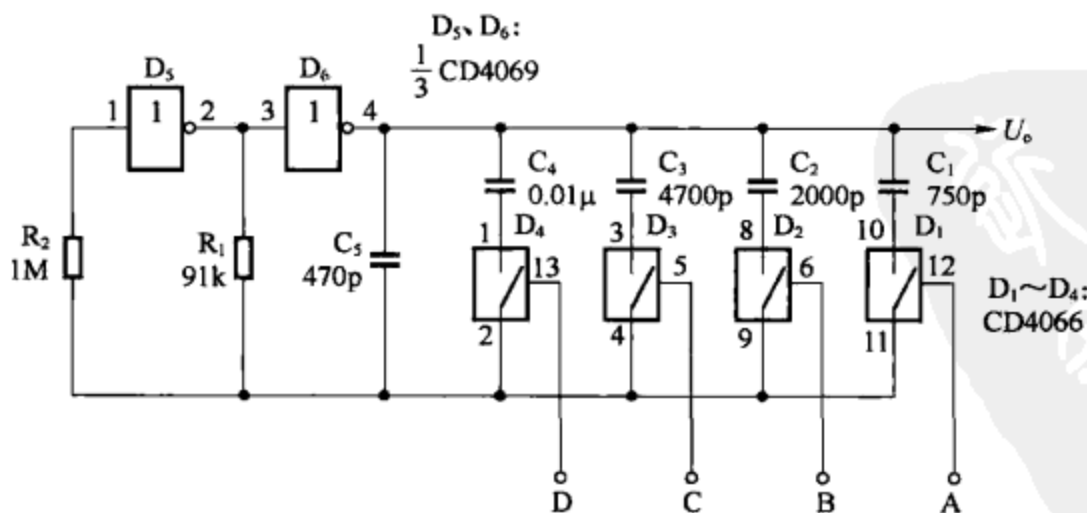

图 8-71
(2) 图 8-71 所示为数控频率多谐振荡器电路，其振荡频率由 4 位二进制数控制。图中，双向模拟开关 $D_1 \sim D_4$ 及电容 $C_1 \sim C_4$ 组成数控电容网络，并接在振荡电容 C_5 上， $C_1 \sim C_4$ 是否接入电路取决于 $D_1 \sim D_4$ 的导通与否，而 $D_1 \sim D_4$ 的导通与否由 A、B、C、D 4 个控制端的二进制数控制，在不同的 4 位二进制数控制下， $C_1 \sim C_4$ 的接入状态相应地发生变化，也就改变了振荡频率。4 位二进制数与振荡频率的对应关系见表 8-10。